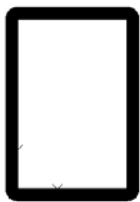

图 4.31 创建矩形
(2) 输入 F, 指定矩形的圆角半径为 10。
(3) 输入 (0, 0) 和 (200, 300), 效果如图 4.31 所示。完成创建矩形的操作。